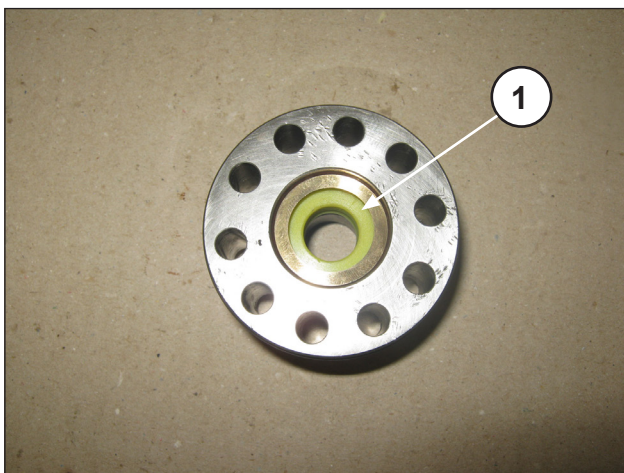
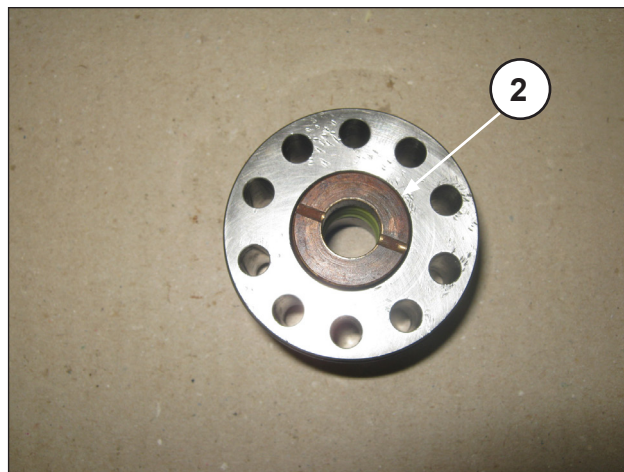
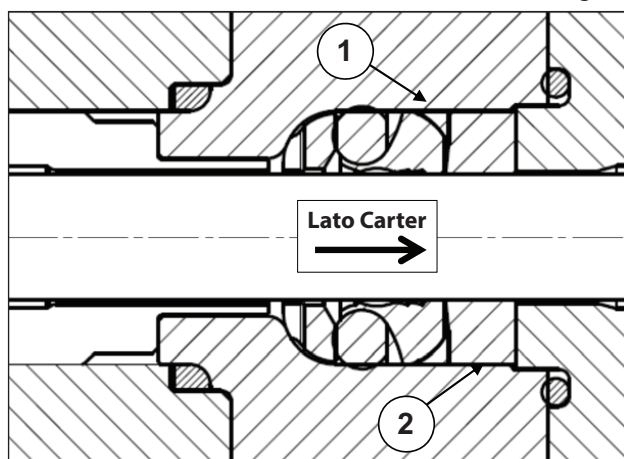

Fig. 45
Fig. 46
Fig. 47
- B) Sul diametro interno il grasso deve essere applicato prestando particolare cura al riempimento di tutte le sacche comprese tra i labbri di tenuta come indicato in Fig. 45.
- Introdurre l'anello antiestrusore ① e la bussola guarnizioni ② posizionati come da Fig. 45, Fig. 46, Fig. 47.
La bussola guarnizioni ③ deve essere introdotta nel supporto con gli scarichi rivolti verso l'esterno (lato carter) come indicato in Fig. 46 e in Fig. 47.